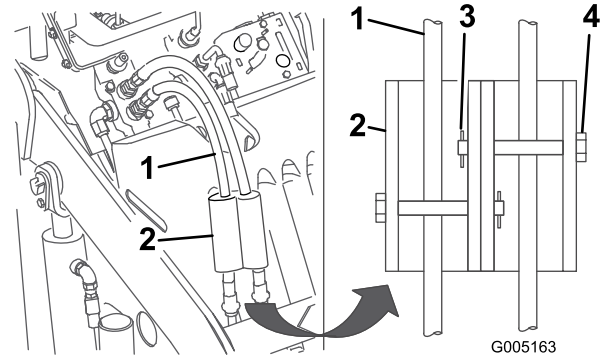

Bild 17
7. Montieren Sie die Zylinderschlösser über die Hydraulikschläuche und befestigen Sie diese mit den Lastösenbolzen und den Splints (Bild 17).